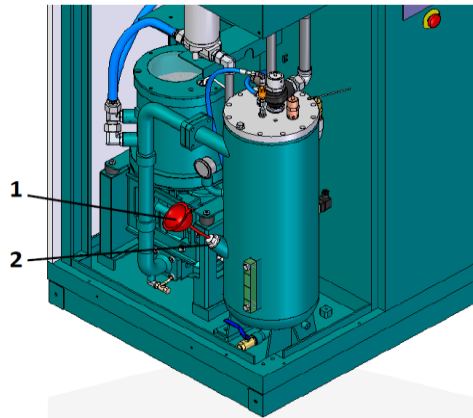

图 37：加油口
10. 用漏斗(图 37/1)向加油口添加冷却液。
12. 安装塞头(图 37/2)并锁紧。